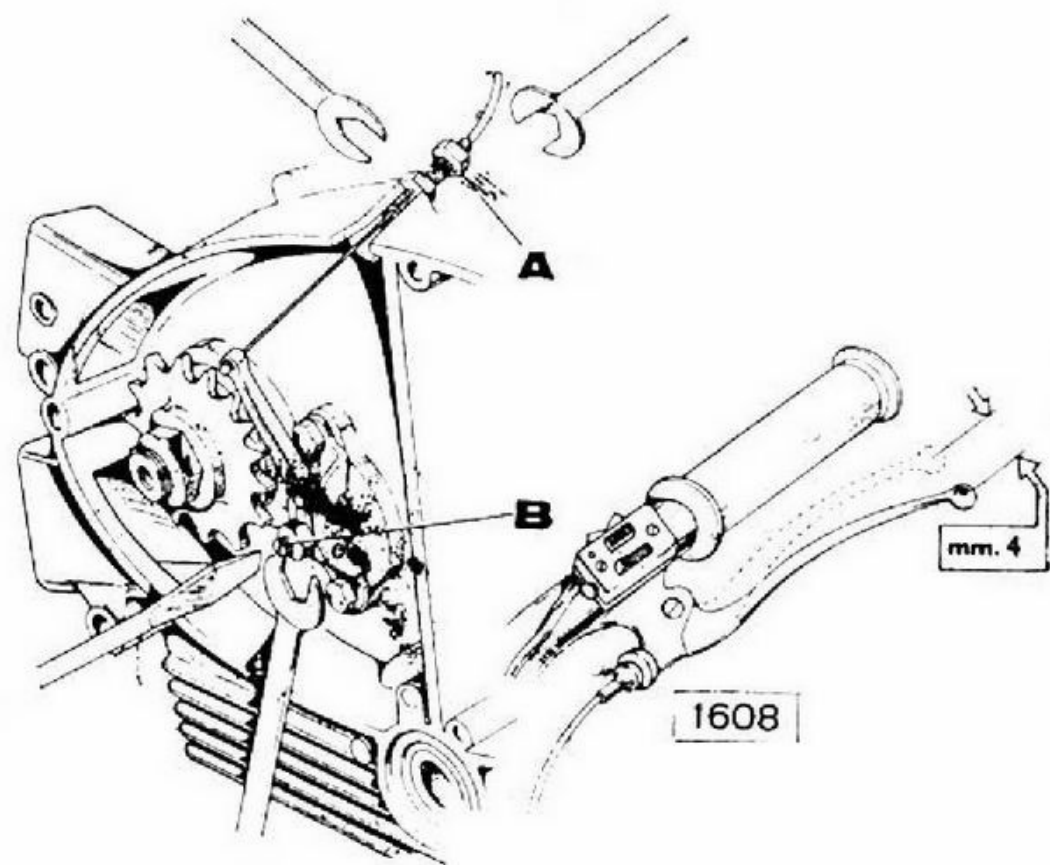

Fig. 15
4. Registrare la frizione (vedi fig. 15)